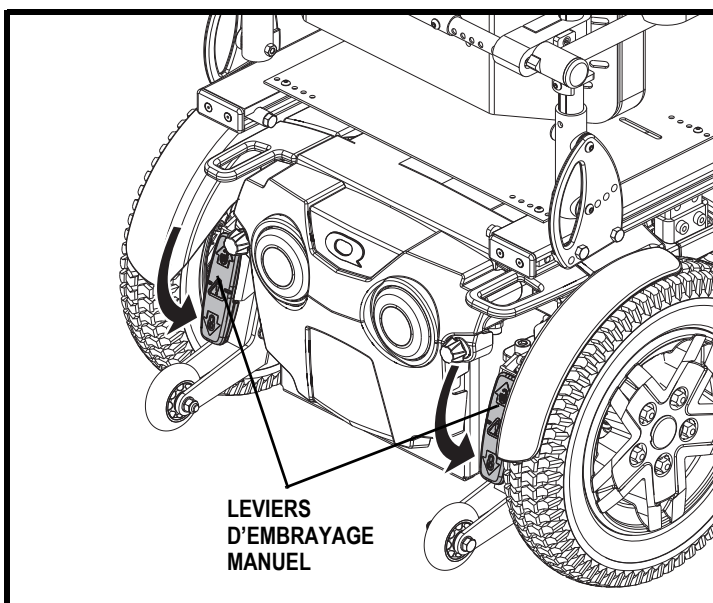

Figure 9. Mode traction (embrayé)
2. Abaissez les deux leviers vers le bas pour engager les moteurs. Voir la figure 9.